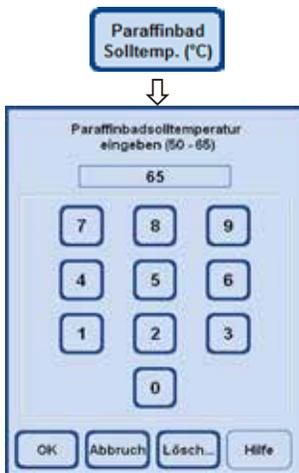

Abb. 90
- Drücken der Taste **PARAFFINBAD SOLLTEMP.** öffnet das Eingabefenster (Abb. 90) für die Paraffinbadtemperatur.